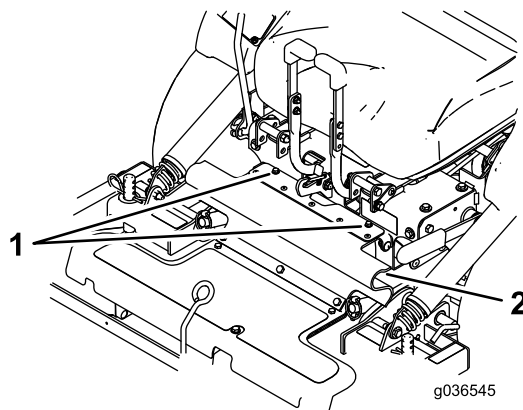

Figura 9
2. Allentate i bulloni applicati alla protezione in gomma (Figura 9).
3. Montate la protezione in gomma con i bulloni (Figura 9).